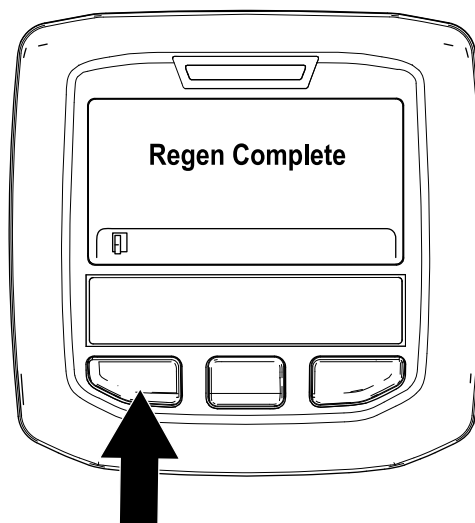

Figura 50
- La rigenerazione parcheggiata è completa quando nell'InfoCenter appare il messaggio "Rigen. completa". Premete il pulsante sinistro per uscire e tornare alla schermata Home (Figura 50).